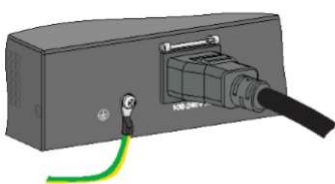

図 2-1 : ACインレットへの接続
- 2) 図 2-1に示すように、AC電源ケーブルの電源接続側を装置のAC電源入力ソケットに接続してください。